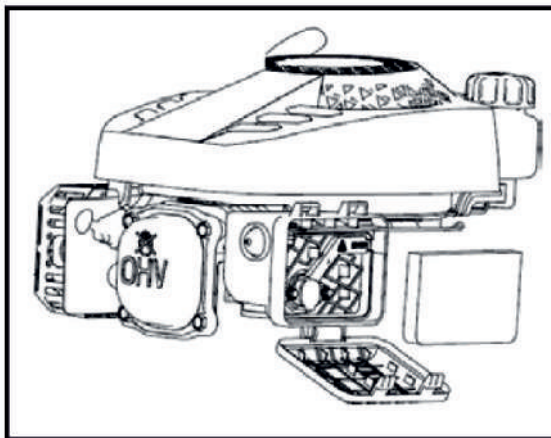

Рис. 18
1. Откройте крышку воздушного фильтра и извлеките фильтрующий элемент (Рис. 18)